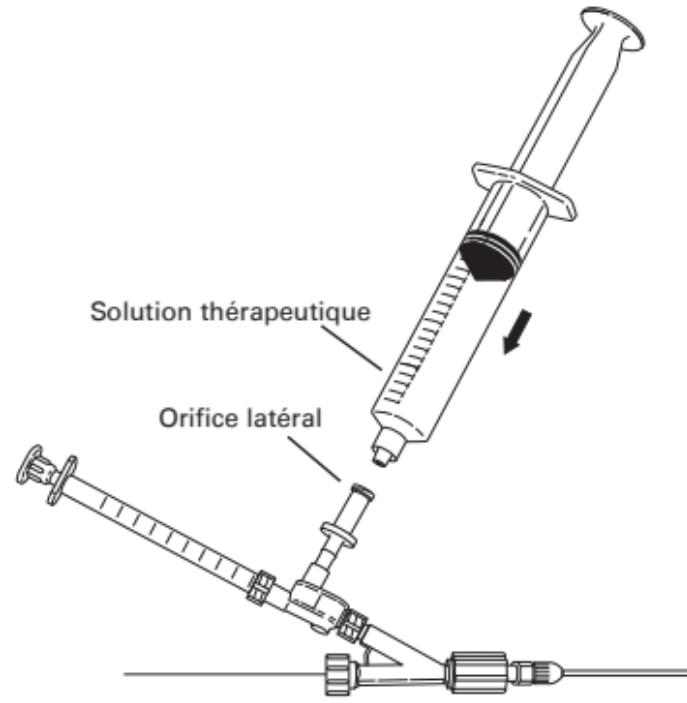

Fig. 7
9. Pour démarrer la perfusion de solution thérapeutique, débrancher la seringue de sérum physiologique hépariné de 20 ml, en laissant un ménisque de sérum sur le raccord latéral. Avant de raccorder une autre seringue remplie de liquide à l'orifice latéral, prendre soin de purger le système de toutes les bulles d'air éventuelles. Raccorder la seringue remplie de solution thérapeutique. (Fig. 7)